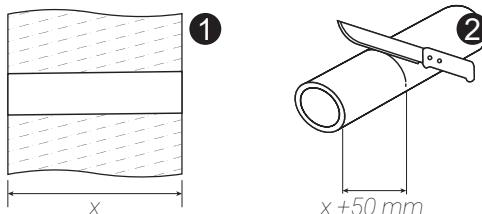

Рисунок 4.2 – Подготовка теплоизоляционной трубы к установке в канал воздуховода
4.2.5. Подготовьте теплоизоляционную трубу с внутренним диаметром 89 мм и толщиной стенки до 20 мм для канала воздуховода. Труба должна быть выполнена из вспененного полиэтилена марки Тилит Супер или его аналогов. Длина трубы должна быть равна глубине канала воздуховода с запасом не менее 50 мм (рис. 4.2, поз. 1 и 2)
4.2.8. Вставьте трубу с решеткой в канал воздуховода аккуратными вращательными движениями (ламели решетки должны быть направлены вниз), не допуская повреждения геометрии трубы (рис. 4.2, поз. 2). При этом вентиляционная решетка должна оказаться в один уровень с внешней стороной стены дома.
4.2.9. Выступающий из канала воздуховода внутрь помещения конец трубы отрежьте водин уровень со стеной (рис. 4.2, поз. 3).
4.2.10 Нанесите непрерывным контуром нейтральный силиконовый герметик или полимерный монтажный клей без запаха между утеплителем и поверхностью воздушного канала (рис. 4.2, поз. 4).